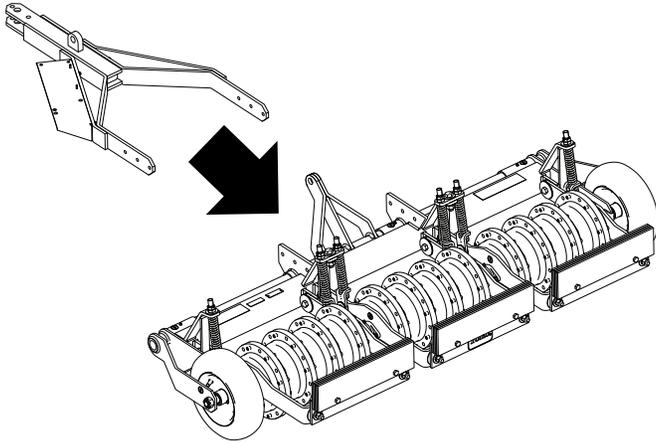

図 5
2. 図5のようにトンガアセンブリをエアレータに整列させる。